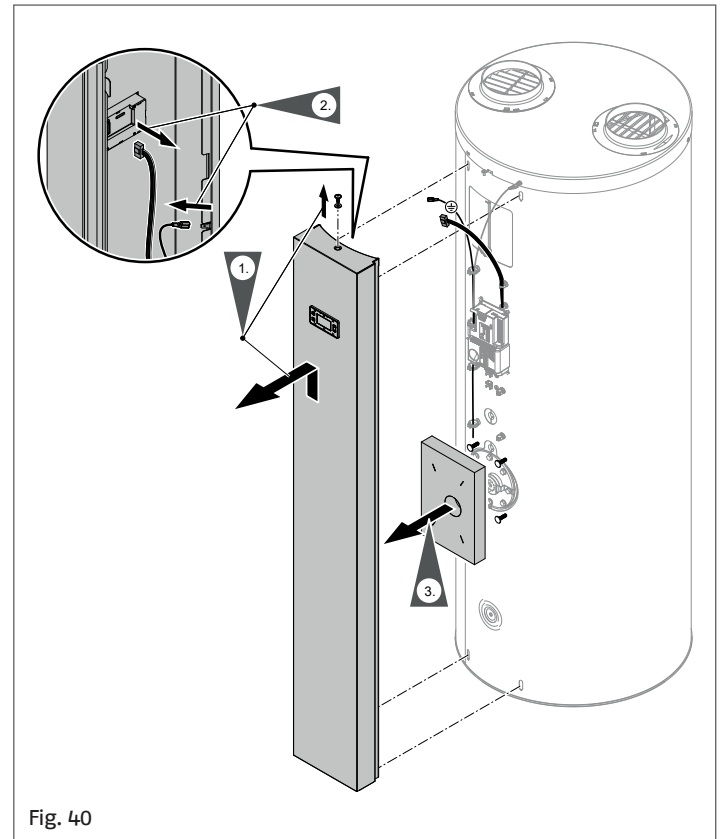

Fig. 40
- 2 Frontblende ausbauen, siehe „Fig. 40“.
- 3 Frontblende ausbauen, siehe „Fig. 40“.
- 9 Frontblende mit Erdungsleitung montieren, siehe „Fig. 40“.
- 2 Frontblende ausbauen, siehe „Fig. 40“, „9.5 Ausbau der Frontblende“ a pagina 26.
- 4 Frontblende mit Erdungsleitung montieren, siehe „Fig. 40“.